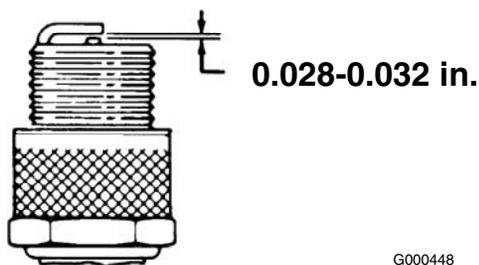

Figura 24
3. Ajuste el hueco entre electrodos a 0,7112–0,8128 mm (Figura 24). Tras ajustar correctamente los electrodos, coloque la bujía y apriétela a 23 Nm.